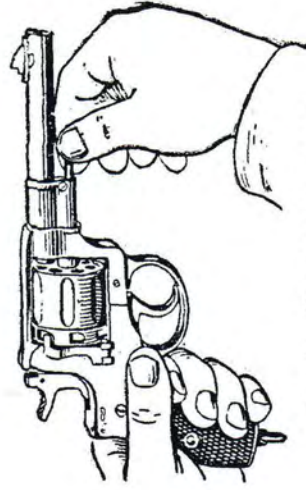

Рис. 26. Как вынуть шомпол
- 1) **выдвинуть шомпол** из оси барабана: взять револьвер левой рукой за рукоятку, правой рукой повернуть шомпол за головку налево и выдвинуть его доотказа (рис. 26);